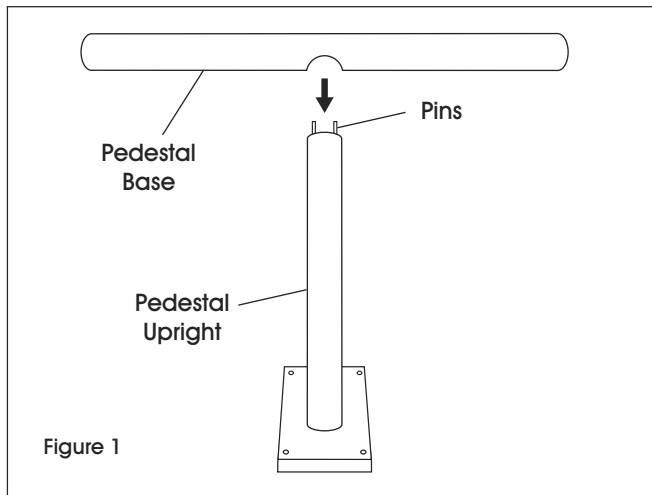

Figure 1
2. Insert the pedestal upright into the hole in pedestal base, making sure to line up the two pins with the small holes in the pedestal base. (See Figure 1)
2. Insérez la colonne dans le trou du socle en vous assurant que les deux goupilles sont alignés sur les deux petits trous du socle. (Voir Figure 1)